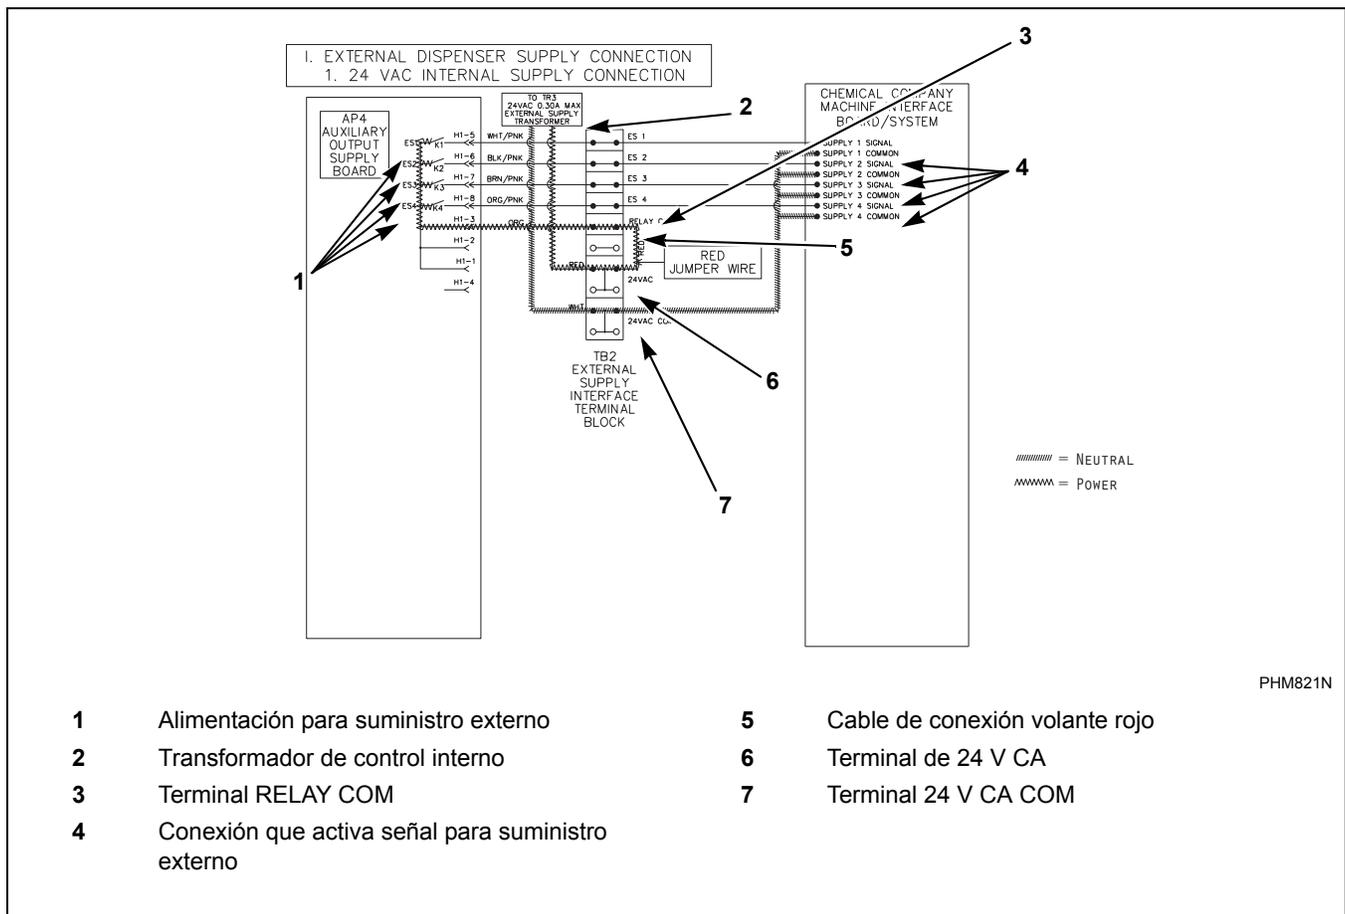

Figura 26
- El segundo terminal se usa para conectar el otro lado del transformador de control al común de las señales de salida de la lavadora extractora por medio de un cable de conexión volante entre “24VAC” y “RELAY COM”. Consulte la Figura 26.